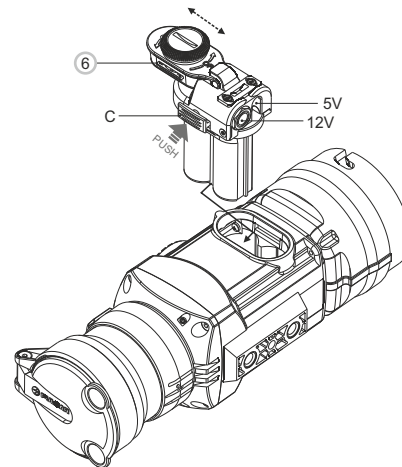

Fig. 3
- Instale el adaptador de alimentación externa en el contenedor de baterías del monocular (**ver fig. 3**). Asegúrese de que los cierres (C) cierren en su lugar de ambos lados. Fije la tapa (6) en el adaptador (ver fig. 3).
- Enciende el dispositivo pulsando brevemente el botón "ON/OFF" (9). Para extraer el adaptador de alimentación externa, presione los pestillos de ambos lados y tirelo.